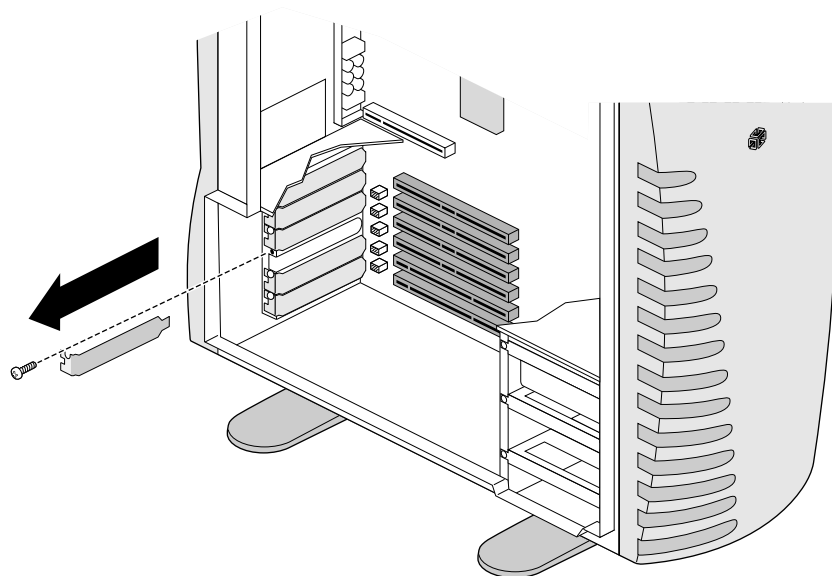

図 5-2 I/O ブランクパネルの取り外し
7. プラスのドライバーを使用して、PCI カードを取り付けるスロットから I/O ブランクパネルのネジを外します (図 5-2)。